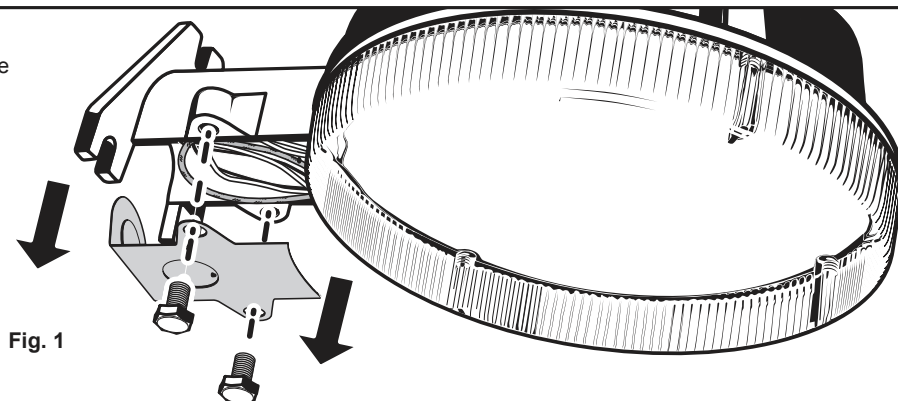

Fig. 1
1. Desenrosque los pernos de la cubierta del compartimento de cableado y extraiga la cubierta (Fig. 1)
1. Extraiga los pernos de la cubierta del compartimento de cableado y la cubierta del compartimento (Fig. 1).
1. Dévissez les deux boulons du couvercle du compartiment des fils et retirez le couvercle (Fig. 1).
1. Retirez les deux boulons du couvercle du compartiment à fils, puis retirez le couvercle du compartiment (Fig.1).